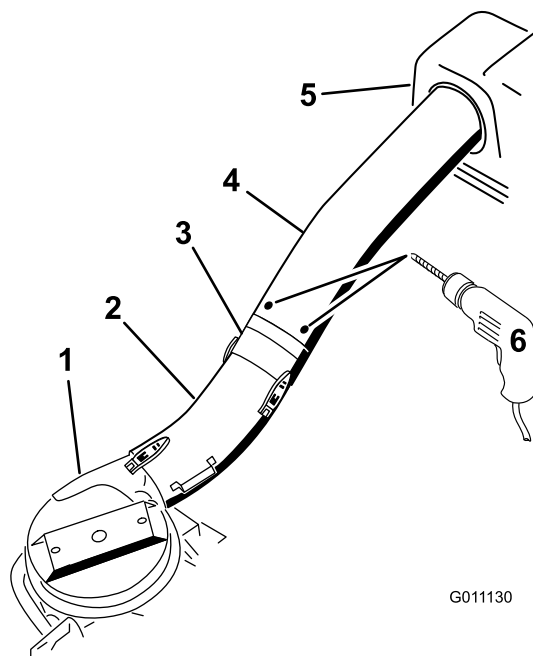

Figure 27
11. En vous servant des 3 trous ou indentations du tube supérieur comme repère, percez 3 trous (de 7/32 po de diamètre) à l'endroit où les tubes supérieur et central se rejoignent (Figure 27).